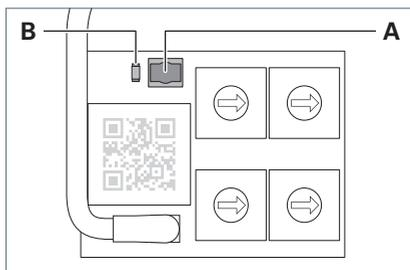

Fig. 14: Taste und LED.
- ▶ Drücken Sie die Taste **A** und halten Sie die Taste 20 Sekunden gedrückt, siehe Fig. 14.